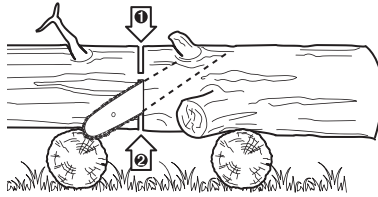

Fig.32
- > Si le tronc est surélevé des deux côtés (Fig.32), coupez environ 1/3 de son diamètre par le dessus, puis coupez les 2/3 restants par en dessous, de manière à rejoindre la première entaille.